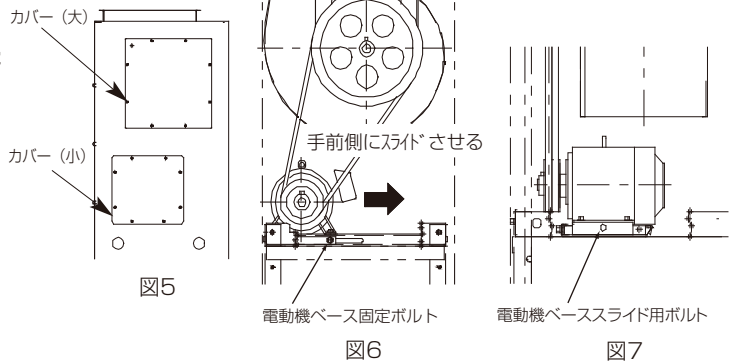

図5
- ①吸込パネル、前パネル上を取外してください。
- ②左側サイドパネルのカバー大・小を取外してください。…図5
- ②左側サイドパネルのカバー小を取外してください。(ネジ8本) …図5